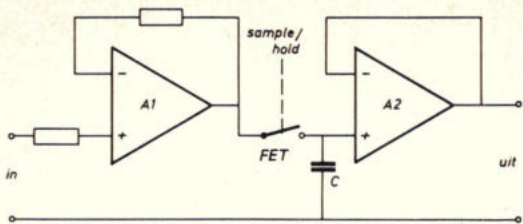

Fig. 5. S/H met ingangsbuffer in de „hold” stand.
- Beschouwen we schakeling 4a: het eerste bezwaar wordt verholpen door een niet-inverterende bufferversterker te plaatsen vóór de schakelaar (fig. 5). De laadstroom van de condensator wordt nu hoofdzakelijk beperkt door de „on”-weerstand van de FET (20 à 200  $\Omega$ ). Deze weerstand voorkomt onstabieleit van A1 door de capacatieve belas-
ting. Hij begrenst eveneens de laadstroom tot een veilige waarde voor A1. Een voordeel van deze schakeling is, dat de snelheid van A2 niet beperkend is voor de maximale toelaatbare verandering van deingangsspanning. Voor zeer snelle S/H's is de opbouw van fig. 5 niet toepasselijk. Vervangt men A1 door een constante stroombron met hoge ingangsimpedantie, dan neemt de laadstroom niet af naargelang de condensatorspanning toeneemt; de condensator zal dus snel en lineair tot de waarde van deingangsspanning worden opgeladen.